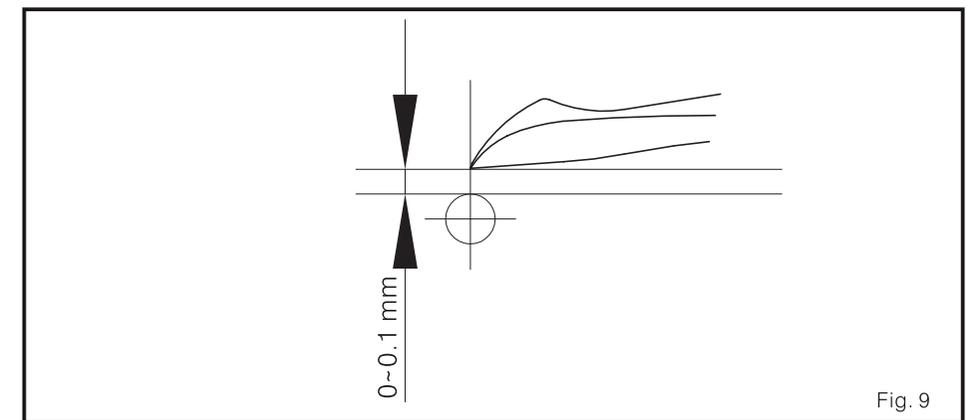

Fig. 9
Quando o looper se mova de esquerda para direita e então para a parte posterior central da agulha a distância, entre a gorjeta do looper e a agulha deve ser de $0-0.1$ mm. porém, o looper não deve tocar a agulha. (Fig. 9)
- (2) avança o apoio do looper de atrás adquirir um espaço entre a gorjeta do looper e a parte posterior da agulha de menos de 0.1 mm como se mostra no Fig. 9. depois, ajuste o parafuso fixo 6. (neste momento, O looper serão atrás da agulha,)
- (3) quando você estiver costurando, escolha a agulha que depende o grossura do tecido. Siga as descrições prévias para ajustar o movimento do looper.